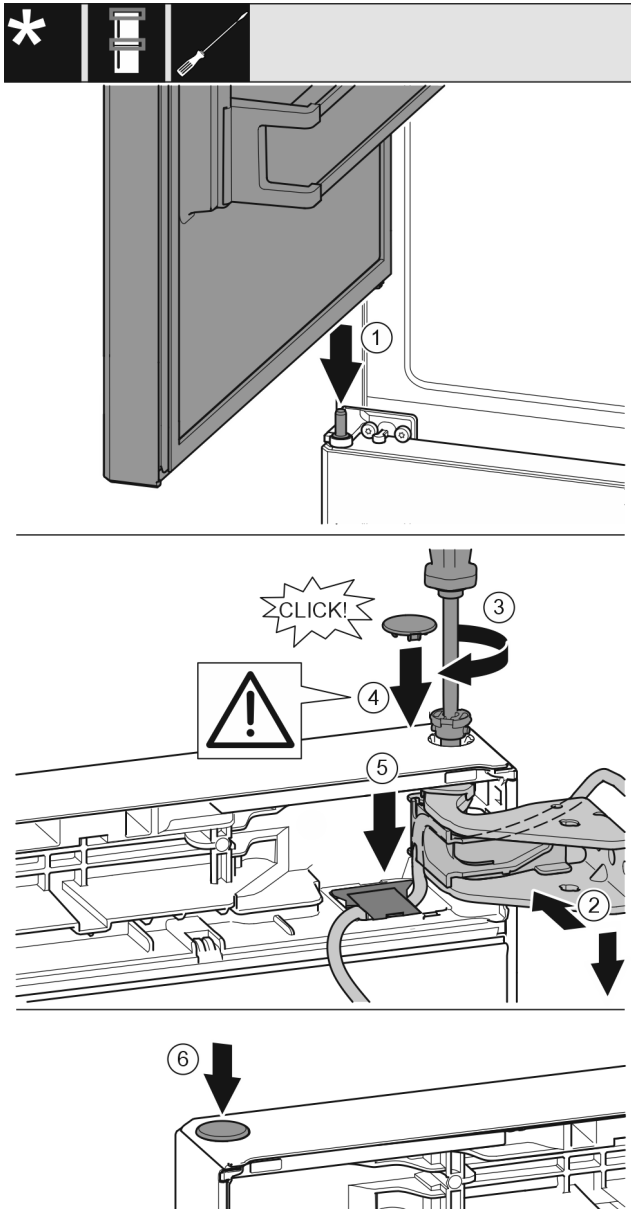

Fig. 42
- ▶ Sätt den övre dörren på den mittersta lagerbulten Fig. 42 (1)
- ▶ Rikta in dörren upptill så att den passar öppningen i lagerbocken. Fig. 42 (2)
- ▶ Sätt i bulten och skruva fast den med en torxskruvmejsel T15. Fig. 42 (3)
- ▶ Montera blindpluggen för dörrens låsbult: Sätt in blindpluggen och kontrollera att den är i jämnhöjd med dörren. Annars ska bulten sättas in helt. Fig. 42 (4)
- ▶ Sätt skyddet och tryck ned det tills det klickar fast. Fig. 42 (5)
- ▶ Sätt i pluggen. Fig. 42 (6)